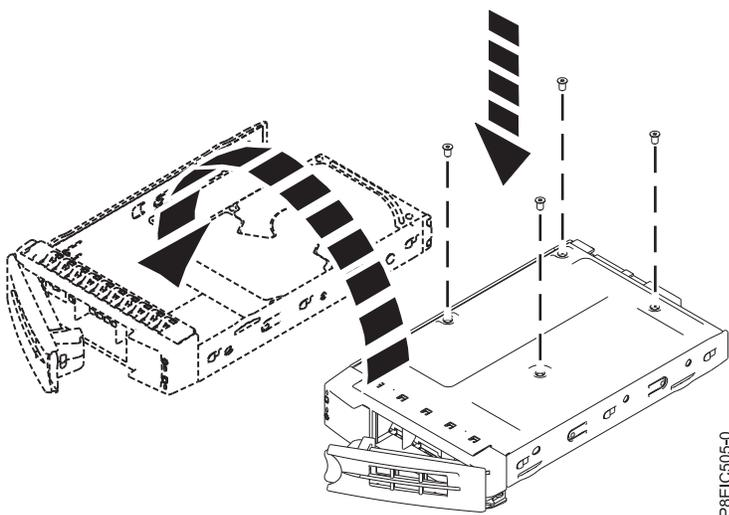

Figura 60. Montando a unidade de 2,5 polegadas na bandeja
- Uma unidade de 2,5 polegadas deve ser posicionada na parte traseira da bandeja. Enquanto você mantém a unidade e a bandeja, vire a bandeja. Prenda a unidade na parte inferior da bandeja com quatro parafusos, conforme mostrado na Figura 60.